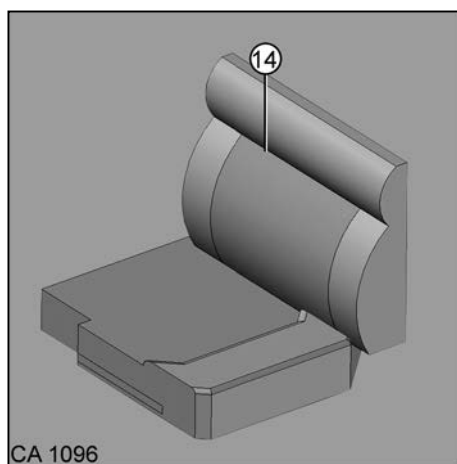

Fig. 27 Coussin d'appoint sur le modèle I
8. Placer le coussin d'appoint (Fig. 27/14) devant le dossier (Fig. 25/1).